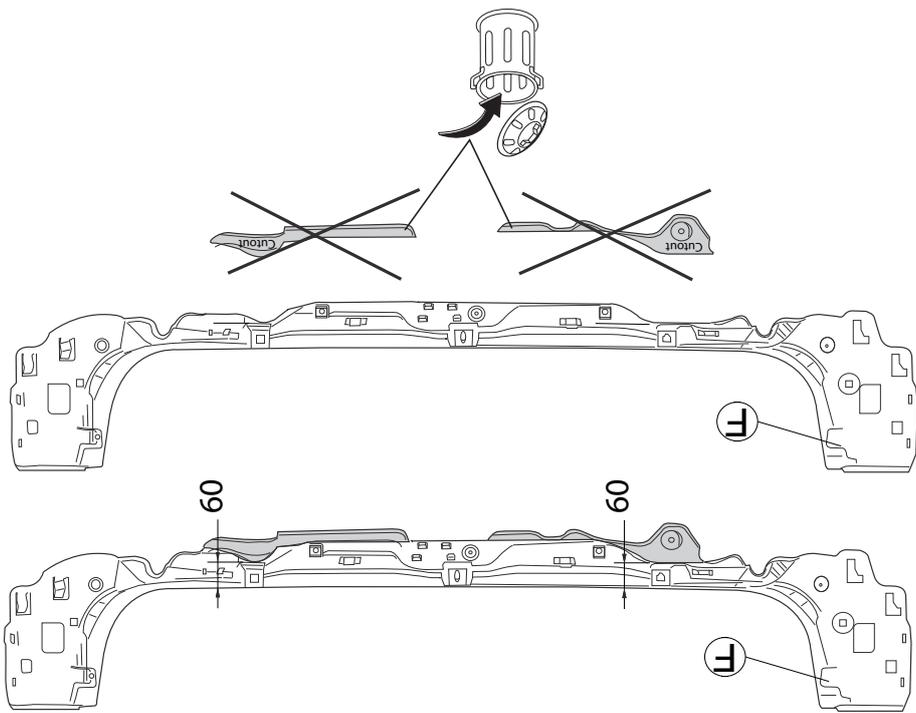

Fig.2
5. Pour les **Touring** à quatre roues motrices: Découper les parties indiquées conformément à la figure 2. Monter la partie "F".